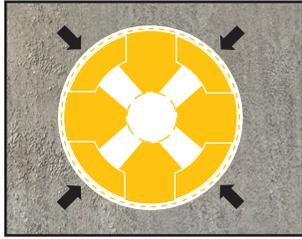

fig. 1
- Sous la pression du béton fraîchement coulé, les bandes en néoprène vont refermer les valves d'injection de sorte qu'aucun coulis de ciment ne puisse entrer dans le tuyau pendant le coulage du béton. (fig. 1)